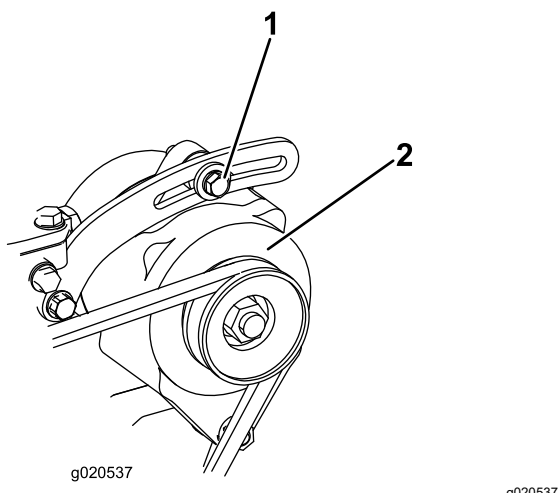

Figura 86
2. Si la desviación no es de 10 mm ($\frac{3}{8}$ "), afloje los pernos de montaje del alternador (Figura 86). Aumente o reduzca la tensión de la correa del alternador y apriete los pernos. Verifique de nuevo la desviación de la correa para asegurarse de que la tensión es la correcta.